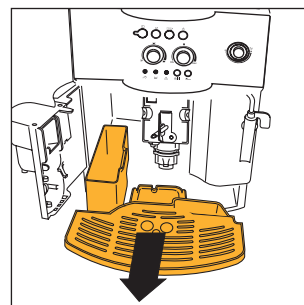

Fig. 16
BEMÆRK 7: maskinen tæller det antal kopper kaffe, der bliver brygget. Kontrollampen ☹ tændes efter hver 14. enkelt kop kaffe (eller 7. dobbelt kopper kaffe), for at vise at kaffegrumsbeholderen er fuld og skal tømmes og renses. Så længe rensning af kaffegrumsbeholderen ikke foretages, bliver kontrollampen ved med at være tændt, og maskinen kan ikke brygge kaffe. For at kunne foretage rengøringen skal lågen på bagsiden åbnes ved at trække i vandudløbsrøret (fig. 15); kontrollampen ☹ tændes og blinker (jvf. par. 12 punkt 9); træk dråbeopsamlingsbakken ud (fig. 16) tøm den og rens den. Udtøm og rens kaffegrumsbeholderen omhyggeligt idet du sørger for at fjerne alle eventuelle aflejringer på bunden. Tør også eventuelle kondensdryp op, der har lagret sig inden i maskinen, under dråbeopsamlingsbakken. **VIGTIGT: når man trækker dråbeopsamlingsbakken ud SKAL man altid tømme kaffegrumsbeholderen, selv om den ikke er fyldt helt op. Hvis denne operation ikke foretages, kan det ske at kaffegrumsbeholderen under de følgende brygninger fyldes for meget op og maskinen derfor tilstoppes af grums.**
- træk dråbeopsamlingsbakken og kaffegrumsbeholderen ud (fig. 16) og vask dem;